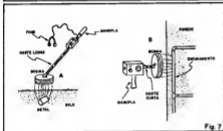

Fig. 7
- 1 - Haste para fixação da bobina/forma. Tubo de PVC ou até mesmo um cabo de viscosidade, servindo. O comprimento dependerá da aplicação (ver fig. 7)
A fig. 7 mostra, respectivamente nos itens A, B, C, as possibilidades de arranjo final do conjunto, dependendo da utilização pretendida pelo montador: haste longa (para prospecção de solo) ou haste curta (para pesquisa e detecção em paredes). Notar o posicionamento da manopla plástica, nos dois casos: em 7-A fica na extremidade da haste oposta à bobina e em 7-B é fixada diretamente à uma das laterais maiores da caixa.